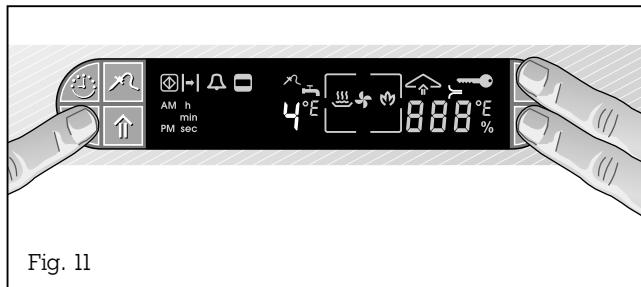

Fig. 11
- Avec les touches + et -, choisissez la dureté (entre 1 et 4) (fig. 11).